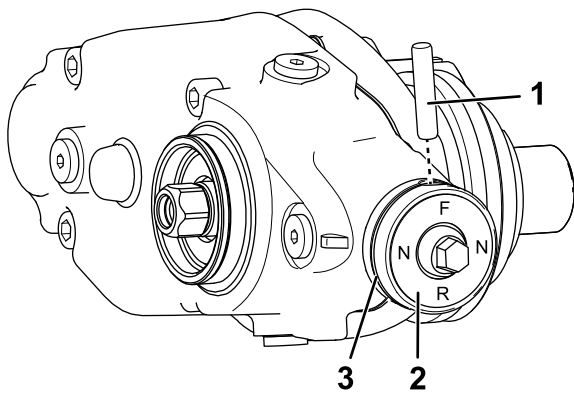

Bild 15
- Nehmen Sie den O-Ring vom Kupplungshandrad ab (**Bild 15**).
- Entfernen Sie den Abscherbolzen, mit dem das Kupplungshandrad an der Aktuatorwelle befestigt ist (**Bild 15**).
- Befestigen Sie das Kupplungshandrad mit dem Abscherbolzen an der Aktuatorwelle (**Bild 15**).